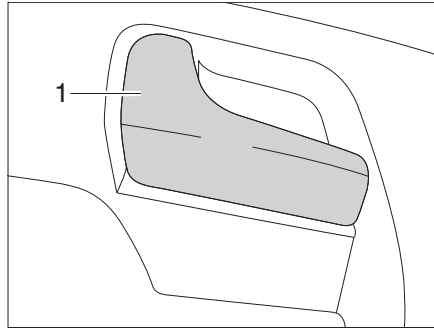

Fig. 36 Puerta del conductor, en el interior
- Tirar del tirador (Fig. 36,1). Se desbloqueó la cerradura de la puerta.